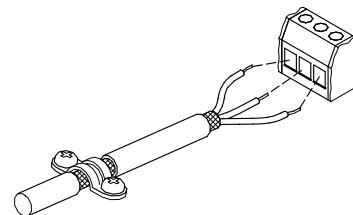

Fig. 26 Ejemplo de cable pelado con pantalla
- Dejar la pantalla lo más cerca posible de los terminales de conexión. Ver fig. 26.